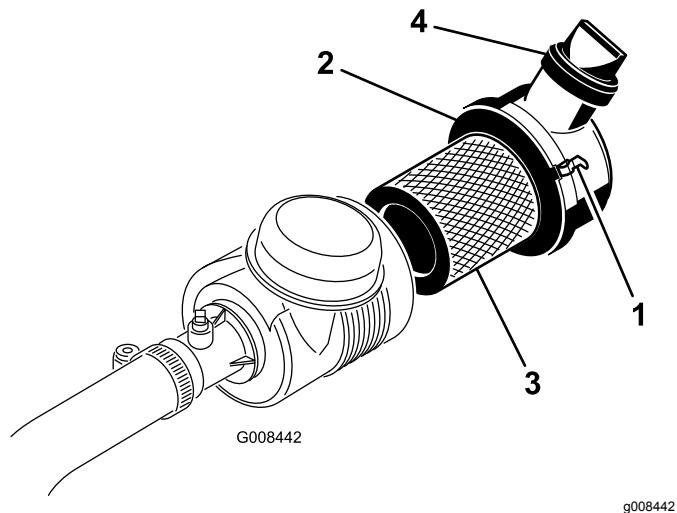

図 38
- エアクリーナのカバーをボディーに固定しているラッチを外す **図 38**。
- カバーを取り付け、ラッチを掛ける **図 38**。